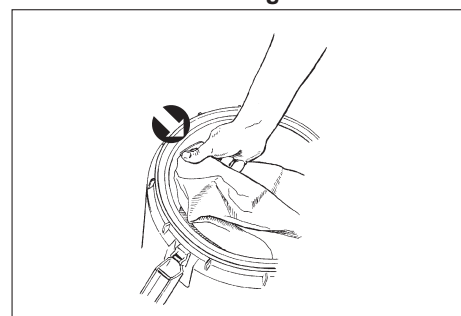

Abbildung 10
8. Ein optionaler Einweg-Papiersack wird mitgeliefert. Falls Sie den Papiersack verwenden wollen, entfernen Sie die Oberseite der Saugereinheit und installieren Sie einen Papierstaub-Kontrollbeutel, indem Sie den Deflektor in den Montageschuh des Papiersacks einsetzen. Stellen Sie sicher, dass der Sack richtig im Deflektor sitzt, indem Sie prüfen, dass die Gummidichtung richtig in der Kerbe des Deflektors sitzt (siehe Abbildung 10). HINWEIS: Stellen Sie nach dem Transport stets sicher, dass der Papiersack richtig sitzt, um Staub im Tank zu verhindern.